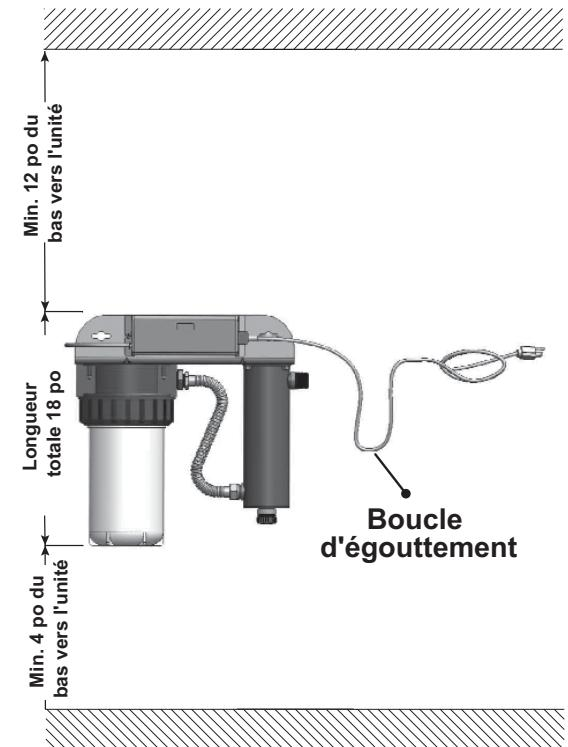

Figure 3 Installation de la désinfectin
Le système de désinfection est conçu pour être installé à un point d'entrée. Des boucles d'égouttement dans tout le cordage branché au dispositif de commande sont hautement recommandées. Consultez la Figure 3.
- Sélectionnez un emplacement approprié pour le système de désinfection et ses composants connexes. Étant donné qu'il est recommandé d'installer un dijoncteur de fuite de terre (DFT), assurez-vous qu'il est pris en compte avant l'installation. Lorsque vous sélectionnez un emplacement de montage, laissez suffisamment d'espace pour permettre la dépose du manchon de la lampe UV, ainsi qu'assez d'espace pour changer les cartouches de filtre. Consultez la Figure 3 pour les dimensions d'espace typiques.
- Assurez-vous d'avoir laissé une « boucle d'égouttement » sur le cordon d'alimentation, à nouveau, pour empêcher l'eau de pouvoir entrer dans le dispositif de commande. Consultez la Figure 3.